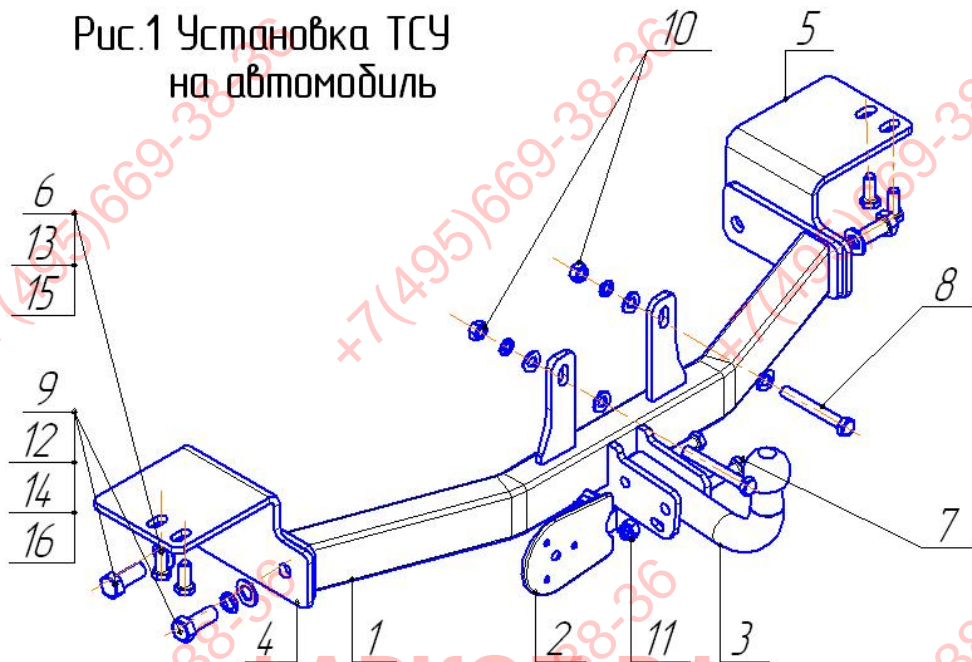

Рис.1 Установка ТСУ
- Через имеющиеся в лонжеронах автомобиля отверстия закрепить кронштейны поз.4,5 (см.рис.1) с помощью крепежных элементов поз.6,13,15 (крепления не затягивать);